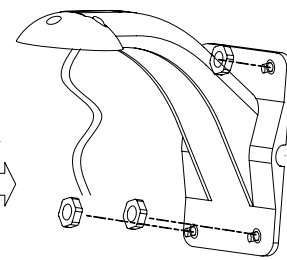

Figura 9
- 4) Fije fuertemente el soporte en la pared (vea la Figura 9).